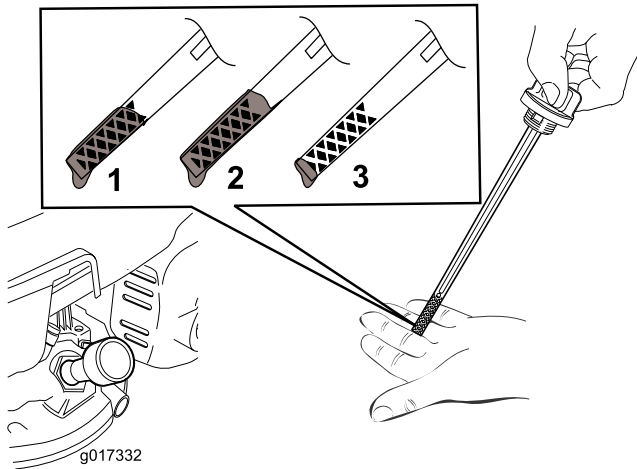

Bild 12
5. Siehe **Bild 12**, wie Sie den richtigen Ölstand am Peilstab ablesen.
Hinweis: Füllen Sie das Motorkurbelgehäuse mit Öl, bis der Peilstab angibt, dass der Ölstand richtig ist, wie in **Bild 12** dargestellt. Wenn Sie zu viel Öl in den Motor füllen, lassen Sie etwas Öl ab, siehe „Wechseln des Motoröls“.